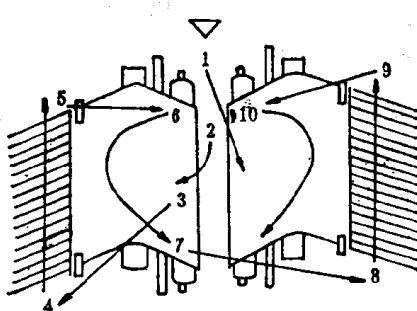

图10
如图10所示， $\nabla$ 形表示人在未进车弄前，在进行时所处的地位。这时，眼睛先看左面车刺轴到胸梁间的中部，再看右面车相同位置，如①、②。此后，目光再按③路线看到织口处，沿④线查看织口到综丝一段经纱。沿⑤线到⑥处，再以手抚摸布面，眼看手后，直到右手在⑩处查完布面为止。身体转向左面机台，按⑦线到⑧处，沿⑧线到⑨处，再沿⑩线到⑪处。